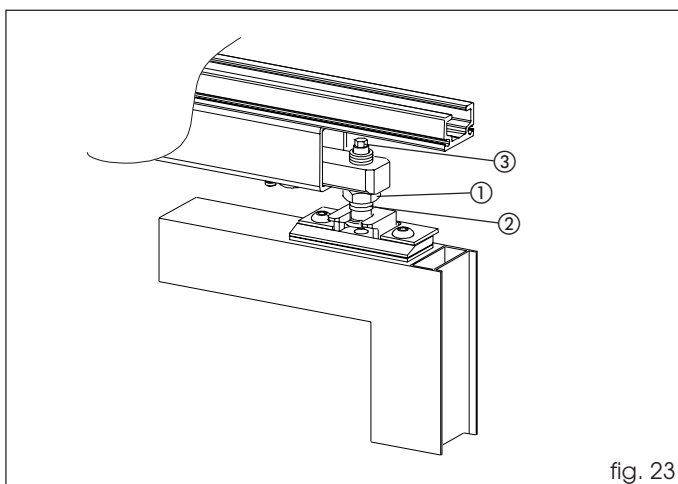

fig. 23
Haal de moer (fig. 23 ref. ①) aan, en regel de hoogte van de anti-paniek ontgrendelgroep (ref. ②). Draai aan de zeskantschroef (ref. ③) om de hardheid van de ontgrendeling van de beweegbare vleugel in te stellen.